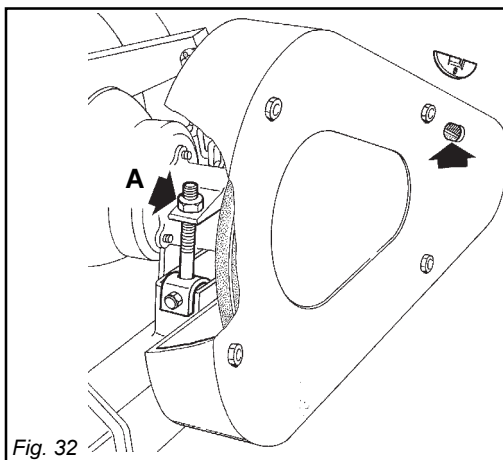

Fig. 32
- Controllare la tensione delle cinghie attraverso la finestrella praticata sul carter; il gioco non deve superare i due centimetri. Regolare eventualmente la tensione tramite il dado (A, Fig. 32). La finestrella di ispezione va tassativamente chiusa con l'apposito coperchietto dopo ogni ispezione alle cinghie.
- Adjust belt tension periodically by adjusting nut (A, Fig. 32). Check tension via the viewing panel on the belt guard. Belt slack must not exceed 2 cm. It is essential to close the inspection hatch with the relative lid after the belts have been examined.
- Die Kreuze der Gelenkwelle schmieren. Die Spannung der Keilriemen muss regelmässig durch die Mutter (A, Abb. 32) kontrolliert werden. Die Kontrolle wird durch das Inspektionsfenster, dass sich auf dem Riemen-Gehäuse befindet, vorgenommen. Der Spielabstand darf nicht mehr als 2 cm betragen. Das Inspektionsfenster ist unbedingt mit dem Deckel zu verschließen, nachdem man die Riemen geprüft hat.
- Régler périodiquement la tension des courroies au moyen de l'écrou (A, Fig. 32). Le contrôle a lieu à travers un regard pratiqué sur le carter; il ne doit pas y avoir plus de 2 cm de jeu. La fenêtre de visite doit être absolument fermée par le volet après chaque contrôle des courroies.
- Regular periódicamente la tensión de las correas mediante la tuerca (A, Fig. 32). El control se realiza a través de la ventanilla efectuada en el carter; el juego no debe superar los dos centímetros. Debemos cerrar siempre con la relativa tapa la ventanilla de inspección, después de controlar las correas.